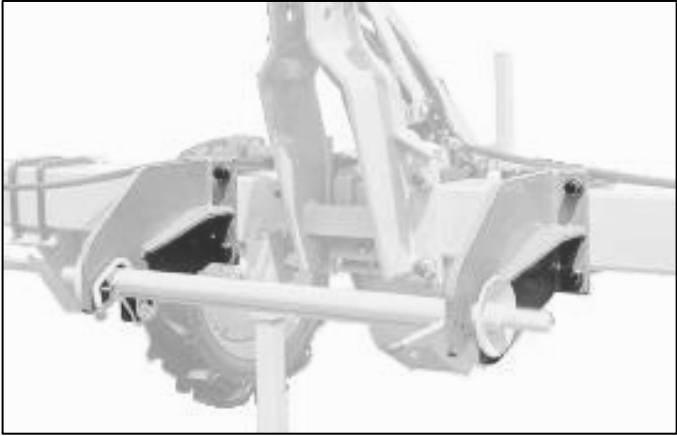

Fig. 5
- déport 7 cm (attelage semi-automatique catégorie n°3) (fig. 5)
- 7 cm offset (semi-automatic coupling category n°3) (fig. 5)
- Versatz 7 cm (halbautomatischer Anbau Kategorie Nr 3) (Abb. 5)
- spostamento da 7cm (agganciamento semi-automatico categoria n°3) (fig. 5)